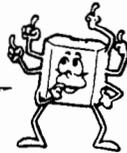
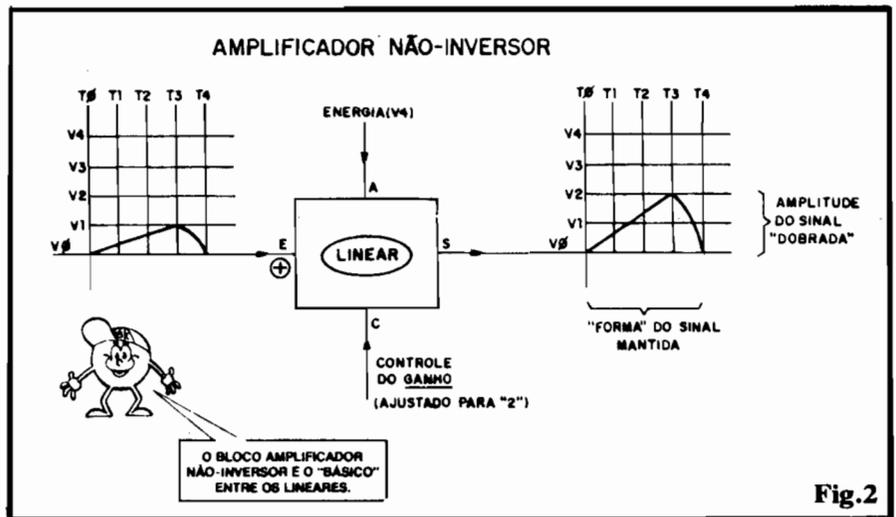
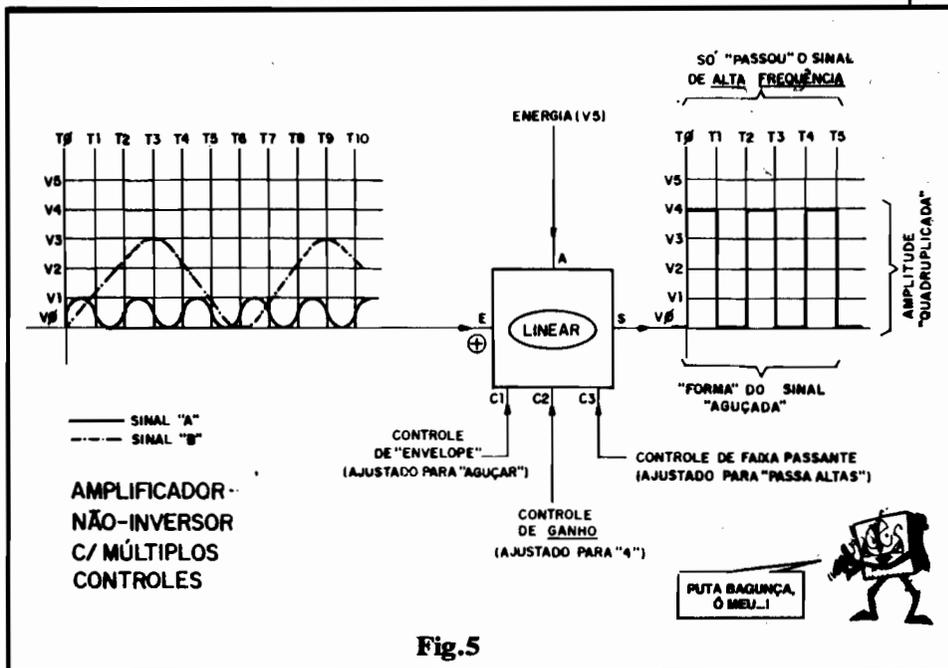
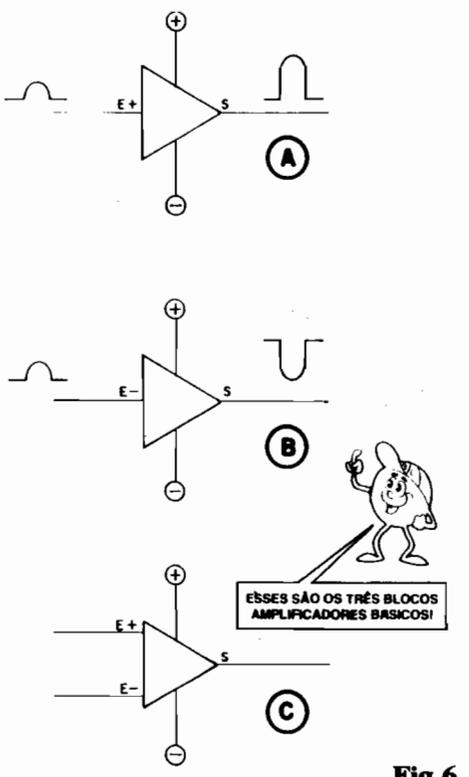

Fig.1
Fig.2
Fig.5
Fig. 6
- FIG. 1 - A DIFERENÇA BÁSI-
- FIG. 1-A - Gráfico de "formas de sinal" relativos a um bloco LINEAR básico. Notar que o bloco tem os acessos "mínimos" necessários: alimentação, ENTRADA e SAÍDA..., tratando-se, no caso, de um mero AMPLIFICADOR NÃO-INVERSOR (que não "inverte" a polaridade ou "sentido de crescimento" do sinal ou nível aplicado à sua ENTRADA, portanto...), com ganho (fator de amplificação pré-determinado em "4" (os níveis aplicados à ENTRADA ficam, ao "passar" pelo bloco, quatro vezes maiores, dentro de rigorosa proporcionalidade...)). Notem que as subdivisões horizontais do gráfico se referem a intervalos de TEMPO (T0, T1, T2, etc...), enquanto que as divisões verticais parametram níveis de TENSÃO (V0, V1, V2, etc...). Observem, então, os "envelopes" ou formatos dos sinais presentes na ENTRADA e na SAÍDA do bloco: o "desenho" ou "forma" do sinal está, na SAÍDA, respeitado com relação aos parâmetros da ENTRADA... No TEMPO também o sinal não sofreu nenhum "alargamento" ou "retardamento"... A única modificação que o bloco efetuou sobre o sinal foi "ampliá-lo" por um fator de 4 ou seja: seus níveis momentâneos de TENSÃO (em cada "momentinho" do sinal...) ficaram 4 vezes
- FIG. 1-B - Gráficos de sinal relativos a um bloco DIGITAL básico... Conforme já dissemos, um bloco DIGITAL básico pode ser considerado como um "amplificador radical", tipo "tudo ou nada". A sua principal característica é a óbvia não linearidade ou não proporcionalidade momentânea! O bloco/exemplo tem os mesmos três acessos básicos (alimentação, ENTRADA e SAÍDA) e a mesma condição não-inversora vistas no gráfico anterior, porém o seu "comportamento" é... radical. Estabelecido previamente que o "ponto de transição" para o "reconhecimento" do sinal presente na ENTRADA, está no nível de TENSÃO V2, notem que a meia senóide, na forma de uma suave "onda" que sobe e desce em rampas "maneiras" (presente na ENTRADA), "vira" uma abrupta e nítida forma retangular na SAÍDA!
Notem uma coisa importante: em ambos os exemplos da fig. 1, o nível máximo "alcançável" pelo sinal na SAÍDA corresponde ao próprio nível de TENSÃO da ali-
- FIG. 2 - BLOCO LINEAR AMPLIFICADOR NÃO-INVERSOR, COM ACESSO DE CONTROLE OU "PROGRAMAÇÃO" DO GANHO... Quando mostramos o exemplo básico do bloco da fig. 1-A, dissemos apenas para fixar os parâmetros do tal exemplo - que o ganho (fator de amplificação de TENSÃO...) do dito bloco estava situado em "4"... Na prática, contudo, os blocos desse gênero (Integrados Lineares Amplificadores) costumam apresentar pelo menos um "acesso" extra, destinado justamente à programação "externa" do ganho ou fator de amplificação... No diagrama da fig. 2 esse acesso é representado pelo terminal "C", através do qual, via arranjo externo (que estudaremos com detalhes em futuras "Aulas" e "Lições"...) podemos - dentro de certa faixa - determinar "o quanto" vai ser amplificado o sinal... Se ajustarmos
tal ganho para um fator "2", os gráficos de ENTRADA e SAÍDA mostram o que ocorre com o sinal aplicado ao bloco... Enquanto na fig. 1-A a amplitude do sinal era quadruplicada, agora esta é duplicada... Notem que no instante T3, com o nível de ENTRADA atingindo V1, a SAÍDA mostra um nível V2 (duas vezes maior...). Nos momentos T0 e T4, quando o nível do sinal de ENTRADA está em "zero", nesse mesmo nível nulo se manifesta o sinal na SAÍDA... Já ao longo de toda a "rampa" de "subida" e de "descida" do sinal de ENTRADA, a amplificação se mostra proporcional, com o que o "envelope" ou "forma" do sinal, na SAÍDA, fica "igual, porém maior" do que o aposto à ENTRADA... Observem ainda aquele sinalzinho de (+) junto ao terminal "E" de ENTRADA, fazendo a indicação de que o bloco é NÃO-INVERSOR (quando o sinal "sobe" na ENTRADA, também o faz na SAÍDA, quando "desce" na ENTRADA, faz o mesmo na SAÍDA...). É bom que o Leitor/"Aluno" fixe bem as características desse bloco/exemplo, já que o AMPLIFICADOR LINEAR NÃO-INVERSOR COM PROGRAMAÇÃO DE GANHO é o "básico dos básicos", dentro da sua "raça"...
- FIG. 5 - BLOCO AMPLIFICADOR LINEAR COM DIVERSOS CONTROLES EXTERNAMENTE ACESSÍVEIS (GANHO, “FORMATO” DO SINAL E FAIXA “PASSANTE” DE FREQUÊNCIAS DO SINAL...) - As possibilidades de acessamento e controle externo (quase sempre efetuado com o auxílio de componentes discretos acoplados...) das “nuances” funcionais de um bloco LINEAR não ficam por aí... O diagrama/exemplo mostra que com mais um terminal de controle (C3) podemos, com a ajuda sempre de conjuntos R-C cuidadosamente calculados, “filtrar” o funcionamento do bloco, de modo inclusive a condicionar a passagem de sinais apenas se eles estiverem dentro de determinada faixa de frequências...! Observem com atenção, notando que o ganho foi programado em “4” (via terminal de controle C2), a forma do sinal foi induzida a um “aguçamento” (via terminal C1), enquanto que a “faixa passante” foi situada em “apenas altas frequências” (via acesso C3). Praticamente todas essas “parametrações” são feitas - na prática - com Resistores e/ou Capacitores ex-
co/exemplo da fig. 5 dá uma idéia básica das razões dos Integrados - na prática - apresentarem "tantos" pinos e "pernas"...! Enfim, "eles" ficariam "específicos demais" se mostrassem apenas os acessos elementares (ENTRADA, SAÍDA e Alimentação...)! Quanto mais controles e acessos externos para determinar "nuances" funcionais tivermos num Integrado, na verdade mais versátil o "bichinho" será, já que poderemos tranquilamente "tendenciar" seu funcionamento em vários sentidos, com o uso de componentes discretos externamente acoplados e cuidadosamente calculados! É aí que reside toda a maravilha da "raça" dos LINEARES: a relativamente ampla possibilidade que temos de intervir no seu funcionamento (embora "ele" seja um bloco circuitual quase que completo em si próprio...)! A propósito, num bloco DIGITAL, essas "intervensões" quase sempre **não podem** ser executadas (e, quando **podem**, o são por métodos radicalmente diferentes, conforme estudaremos quando for oportuno...)!
- **FIG. 6 - OS AMPLIFICADORES OPERACIONAIS** - Na verdade, todos os blocos/exemplos mostrados da fig. 1 até a fig. 5 (fora o diagrama 1-B...) constituem módulos de AMPLIFICADORES OPERACIONAIS típicos! Chamamos de AMPLIFICADOR OPERACIONAL (ou ainda pela abreviação "Amp Op", ou mesmo por "Op Amp", resultado da abreviação do termo em inglês...) aos blocos amplificadores multifunção, dotados de certo número de acessos e controles externos, basicamente destinados a "manipular" o nível de Tensão do sinal aplicado. Idealmente apresentam **ganho** (fator de amplificação) intrínseco **muito alto**, faixa passante de frequências **bastante ampla**, faixa de Tensões de Alimentação também relativamente ampla, uma (ou duas...) ENTRADA, uma SAÍDA, terminais de alimentação (simples ou "dupla" - detalhes mais adiante...) e eventuais acessos para controle do sinal, do ganho, da faixa passante, etc. Nos diagramas, universalmente os Amp. Op. são simbolizados com a estrutura triangular vista na figura...
- **FIG. 6-A - Diagrama estrutural de um AMPLIFICADOR OPERACIONAL NÃO INVERSOR...** A única ENTRADA ("E" +) recebe o nível ou sinal que - por sua vez - surge na SAÍDA sem inversão de fase ou de polaridade ("sentido"...), depois de devidamente "manipulado" em ganho (e eventualmente - em outros parâmetros...). Alguns pontos **importantes** a considerar:
- FIG. 6-B - Diagrama simbólico de um AMPLIFICADOR OPERACIONAL INVERSOR... Em tudo idêntico ao bloco não-inversor, com a única e óbvia diferença de... INVERTER a polaridade, a fase ou o “sentido” de “subida/descida” do sinal aplicado à sua ENTRADA. Valem, aqui todos os pontos e considerações relativos ao bloco não-inversor quanto às possibilidades de controles externos do ganho, da forma do sinal, da faixa de frequências “passante” e dos limites teóricos de excursão do nível do sinal, na SAÍDA...
- FIG. 6-C - Diagrama do “verdadeiro” AMPLIFICADOR OPERACIONAL... Este, na prática, para maior funcionalidade e versatilidade aplicativa, quase sempre é dotado de DUAS ENTRADAS, sendo uma INVERSORA (“E-”) e uma NÃO-INVERSORA (“E+”). Notem que cada uma das duas ENTRADAS funciona exatamente conforme foi descrito nos exemplos específicos anteriores. Entretanto, a eventual utilização simultânea das suas duas ENTRADAS leva a um interessante conjunto de fenômenos e características, que devem ser assimilados pelo Leitor/“Aluno”, desde já: